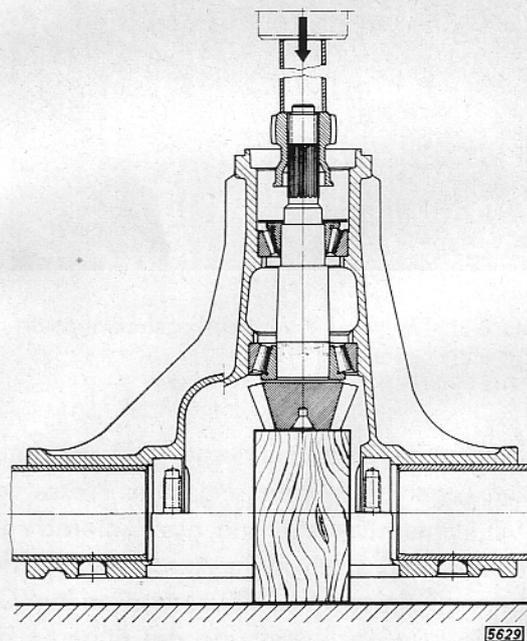

Bild B 36 - Mitnehmerhülse auf Antriebskegelrad aufpressen
1. Antriebskegelrad sowie Kegelkäfig des äußeren Lagers und Ölablescheibe in Hinterachsgehäuse einsetzen. Dann Mitnehmerhülse auf Antriebskegelrad aufstecken und mit einem Rohrstück –  $\frac{3}{4}$ " Innen- $\phi$ , ca. 100 mm lang – unter Presse bis zum geraden Anschlag auf Antriebskegelrad aufpressen (Bild B 36). Beim Aufpressen Antriebskegelrad auf einem Holzklötz abstützen. Der Klotz ist in der Größe so zu wählen, daß das Achsgehäuse nicht auf dem Pressentisch aufliegt.